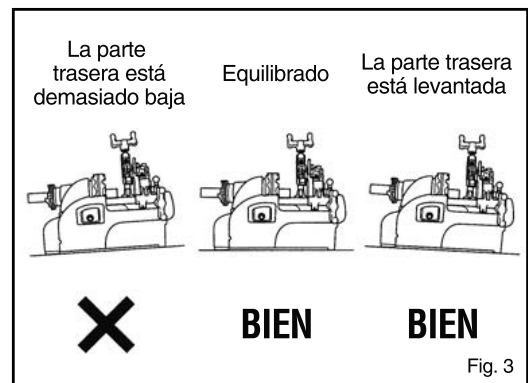

Fig. 3
2. Posicionamiento de la máquina (Fig. 3)